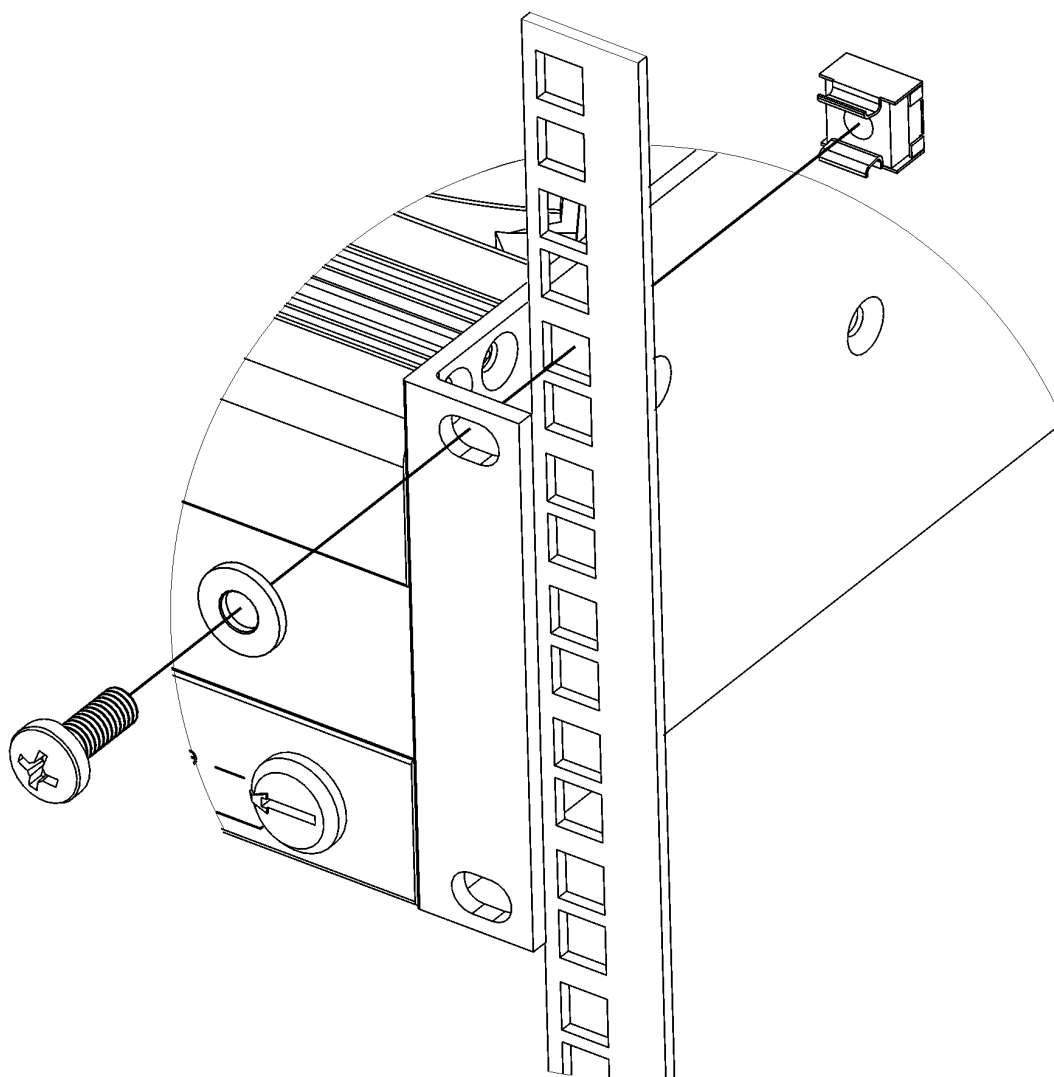

Рис. 12: Крепление 19-дюймового системного вентилятора
3. Закрепить системный вентилятор во всех четырех продольных отверстиях, см. Рис. 12 ниже.